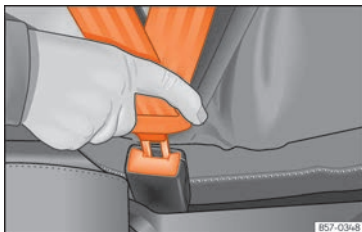

Abb. 24 Schloßzunge des Sicherheitsgurts in das Gurtchloß einstecken.
- Schloßzunge fest in das zum Sitzplatz gehörende Gurtchloß stecken »» (Abb. 24).